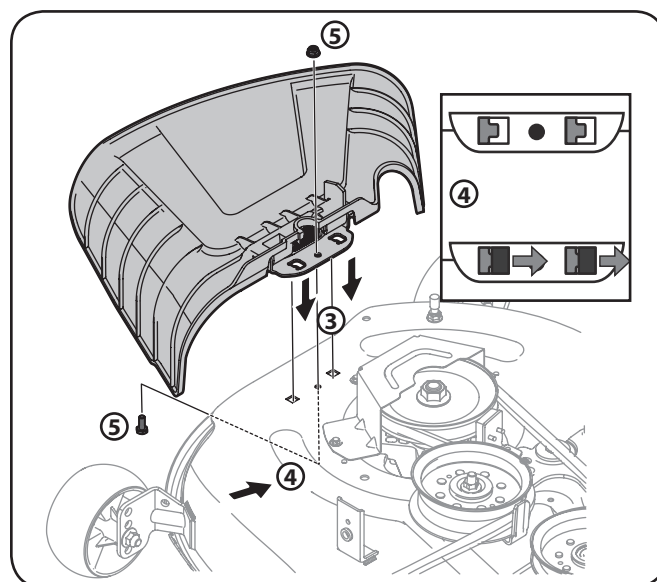

Figura 3-6
- Coloque el deflector del canal en la cubierta, asegúrese de insertar las lengüetas del deflector del canal en los orificios de la cubierta. Vea la Figura 3-6.
4. Cuando las fichas se han instalado en la cubierta, deslice el deflector del canal hacia la parte trasera del tractor hasta que el orificio del perno en el deflector del canal se alinea con el agujero en la cubierta. Vea la Figura 3-6.
5. Fije el deflector del canal en su lugar con la tuerca de seguridad con brida y hex extraído en el paso 2. Apriete a 102-124 pulg-lbs. Vea la Figura 3-6.